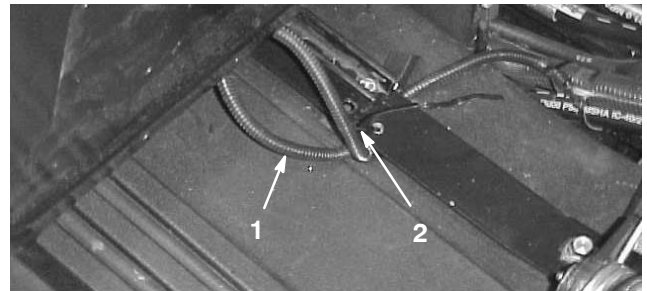

Bild 5
6. Verlegen Sie (nur beim Deluxe-Sitz) den überflüssigen Sitzschalteranschluss unter der Sitzbefestigung und befestigen Sie beide Drähte mit einer Kabelbinde am hintersten Loch der Sitzbefestigung (Bild 5) (Kabelbinde zählt zum Lieferumfang des Sitzbausatzes).